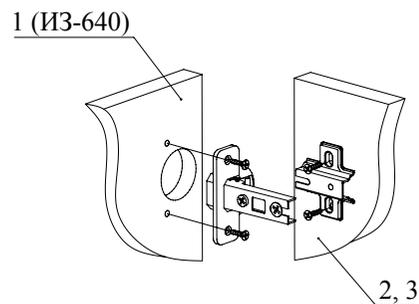

Рис.3
2. При помощи шурупов 3,5x16 закрепите петли на двери (дет. 1 от ИЗ-640), а при помощи евровинтов — ответные планки петель на детали 2 и 3 (Рис. 3).